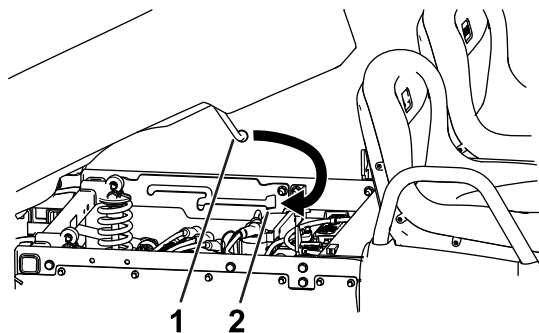

Figura 5
4. Regolate l'altezza e la posizione dell'attrezzatura di sollevamento in modo che la gamba corta dell'asta di supporto sia allineata con il foro della chiave all'estremità della scanalatura dell'asta di supporto nel profilato del telaio o nella staffa dell'asta di supporto (Figura 5).
5. Oscillate l'asta di supporto in avanti e inserite la gamba corta dell'asta attraverso il foro della chiave (Figura 5).